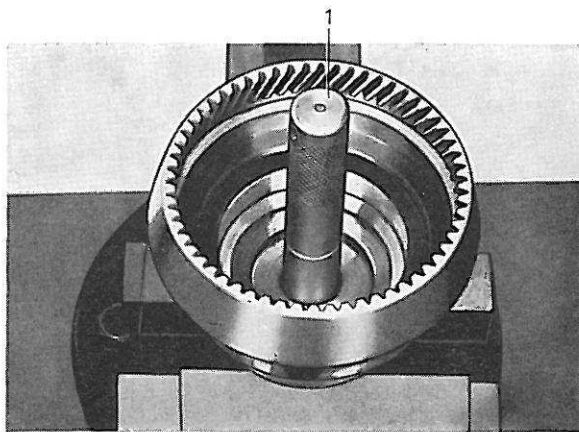

Figure 25. Remontage de la bague, arbre de sortie
1. Remonter la bague dans l'arbre de sortie en se servant du mandrin SVO 2417, voir figure 25. Remonter le roulement avant sur l'arbre de sortie en se servant de la douille SVO 2412.